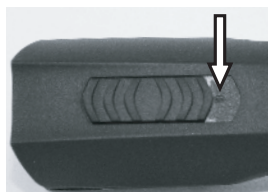

Fig. 4 Kontakt i OFF-position ("0")
1. Kontroller klipperens kontakter (1) og batteriet (2) for fremmedlegemer og forurening.
2. Kontroller, at kontakten på klipperen er i OFF-position ("0") (fig. 4).
1. Sæt kontakten i position "0" (fig.4).
2. Skub batteri-interlock'en (2) på begge side indad, og træk batteriet (1) ud af klipperen.